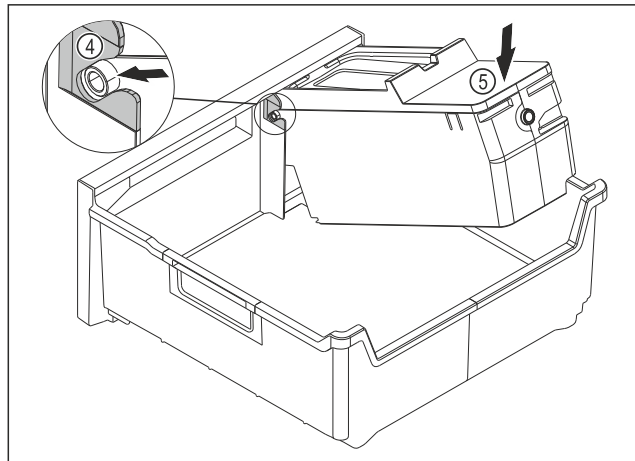

Fig. 148
- ▶ EasyTwist-Ice-Korpus montieren: Achsen des EasyTwist-Ice-Korpus in die Führungen Fig. 148 (4) einschieben.
- ▶ EasyTwist-Ice-Korpus Fig. 148 (5) hinten nach unten drücken.